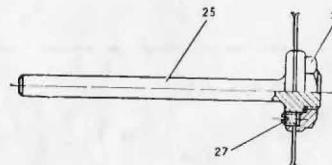

Рис. 5. Оправка с дисковой пилой:
4.13. Оправка с дисковой пилой (рис. 5) служит для отпиливания кусков кости. Дисковая пила крепится на оправке 25 с помощью гайки 26.